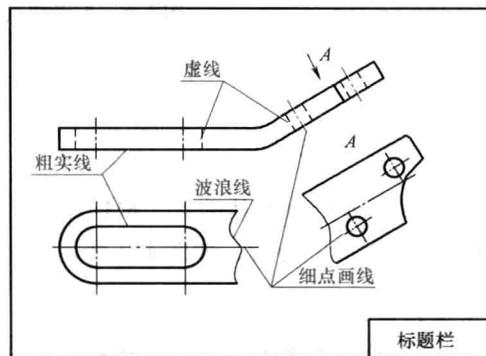

图 1-11 完成视图抄画
5) 检查补画缺线, 用橡皮擦除多余图线和作图辅助线。最后用 2B 铅笔对图样进行轮廓线的修饰加深, 完成视图抄画, 如图 1-11 所示。